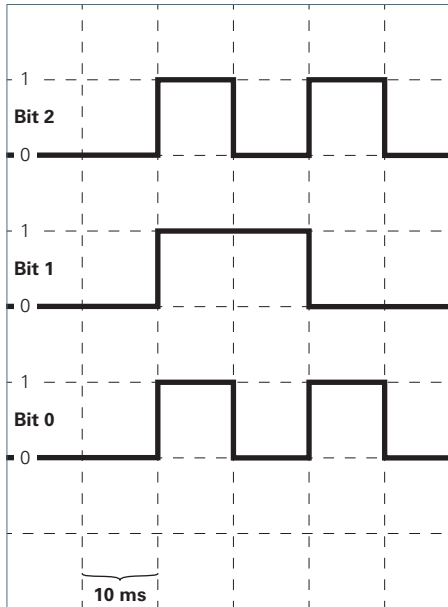

Fig. 6: Séquence de bits pour activer le mode de fonctionnement « mode combiné BLANC+RGB ».
- Pour l'activation, envoyez la séquence de bits au câble de raccordement avec les luminaires blancs et le luminaire RGB, voir Fig. 6.